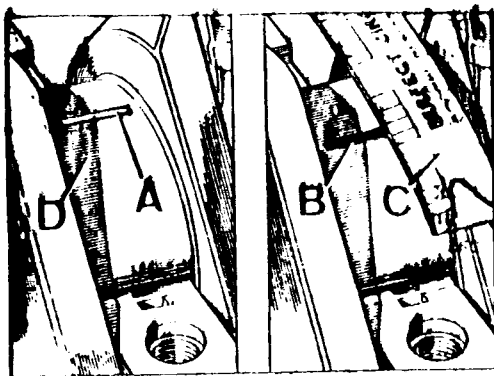

Fig. A3-93 Comprobación del juego entre los cojinetes y las muñequillas
7.1. Colocar un trozo de plastigage, A (Fig. A3-93) en la muñequilla que se vá a comprobar, este trozo debe ser de largo igual que el ancho de la muñequilla. Montar la tapa y dar a las tuercas su par de apriete correcto, desmontar -- nuevamente la tapa y medir el ancho del plastigage, B, con la escala, C, -- que dispone la funda del citado plastigage. Esta medida deberá estar comprendida entre 0,019 y 0,069.